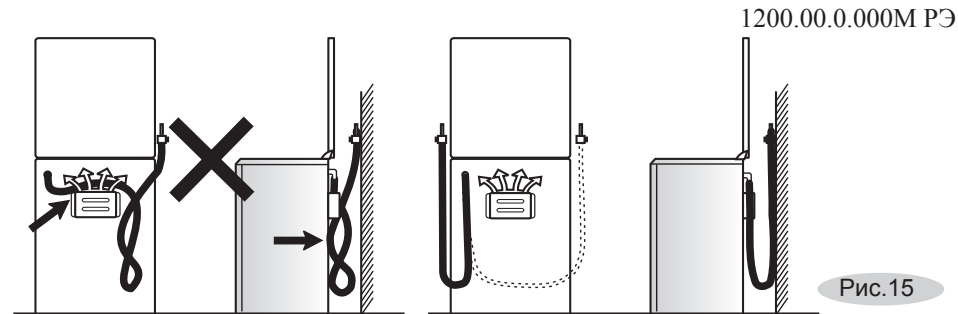

Рис.15
**ПОМНИТЕ:** После установки плиты на место обязательно проверьте положение гибкого шланга подвода газа и шнура питания (рис. 15). Они не должны проходить над дымоходом и касаться задней стенки плиты. Во время работы духовки там возникает большая температура, которая может их повредить.
- шланг не должен проходить в зоне горячего воздуха дымохода и касаться задней стенки плиты (рис.15);